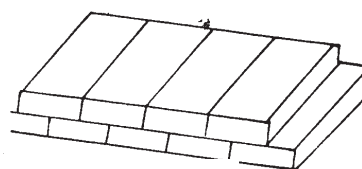

Figura 4
**A tizón.** Se colocan en forma transversal y se utilizan en exteriores (figura 4).